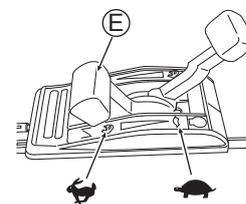

Fig. 12
- Vérifiez qu'il n'y a personne derrière vous lorsque vous tirez sur le bouton du Démarreur (V).
- Attrapez fermement le bouton du Démarreur (V) lorsque vous le tirez.
- Remettez doucement le bouton du Démarreur (V) dans sa position initiale.
5. Faites chauffer la machine avant de l'utiliser. Une fois que le moteur est chaud, commencez à tondre en plaçant la Manette des gaz (E) sur la position "||". (Voir Fig. 12)